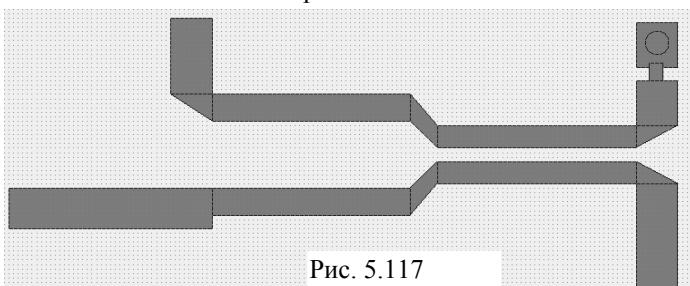

Рис. 5.117
- Поскольку при экспорте топологии вся плата покрывалась слоем проводника, то этот слой также импортирован и его нужно удалить, чтобы иметь возможность выполнять анализ топологии. Щёлкните по этому слою мышкой вне проводников и нажмите клавишу **Delete**. Аналогично можно удалить реперные знаки. Импортированная топология будет выглядеть, как показано на рис. 5.117.